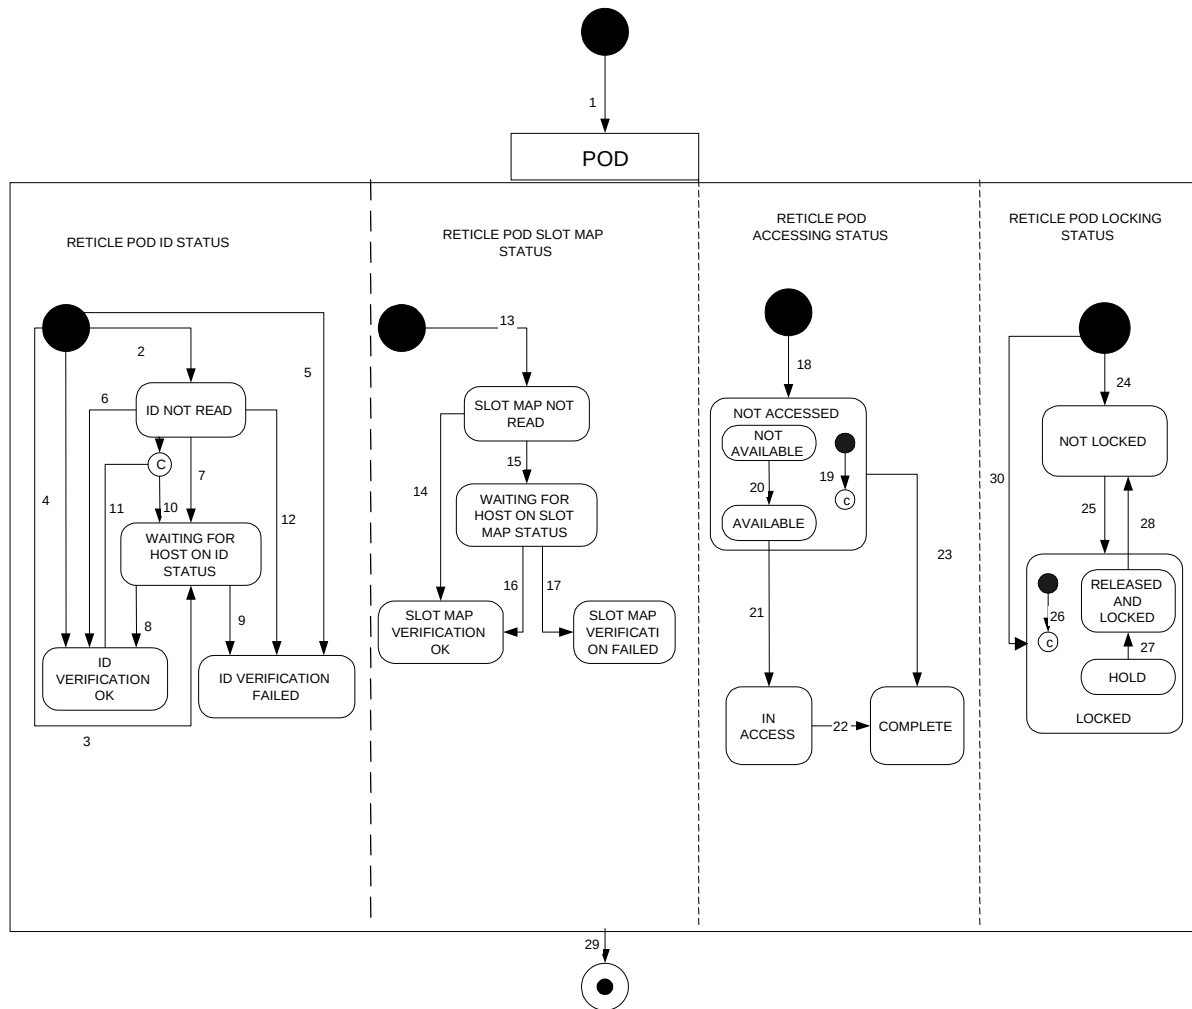

図 2
10.3.11.2 `ReticlePodAccessingStatus`の列挙式の値は`ReticlePodAccessingStatus`の下位状態に対応する(図 2 参照)。